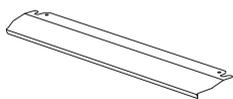

Figure 18
1. Vous devez utiliser une plaque de protection (figure 18) afin d'éviter que la chaleur n'endommage le panneau de commande et les boutons lorsque vous utilisez le four en mode gril.